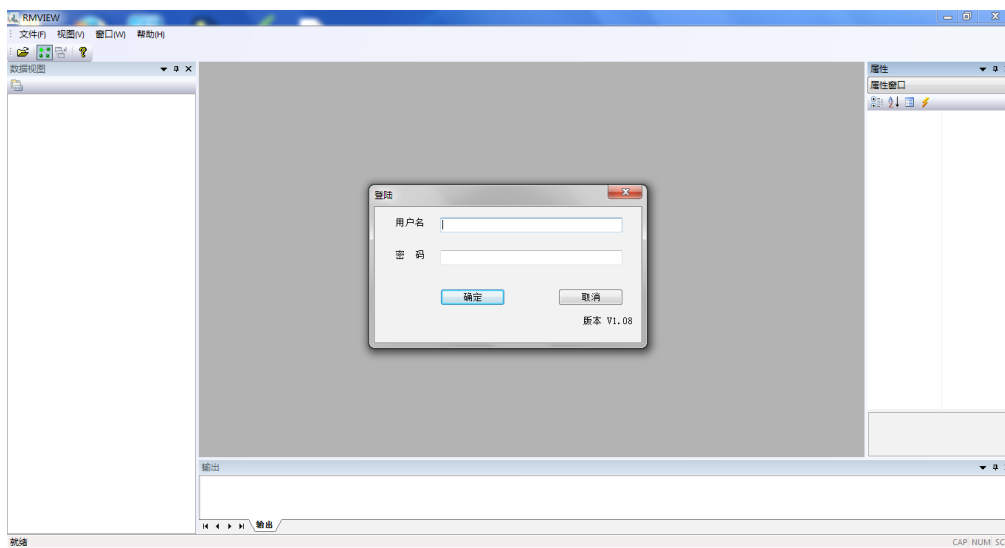

图 1 用户登录界面
4. 进行数据同步前需要输入 ACCUMAN PR-500 账户的登录授权。登录界面见下附图 1